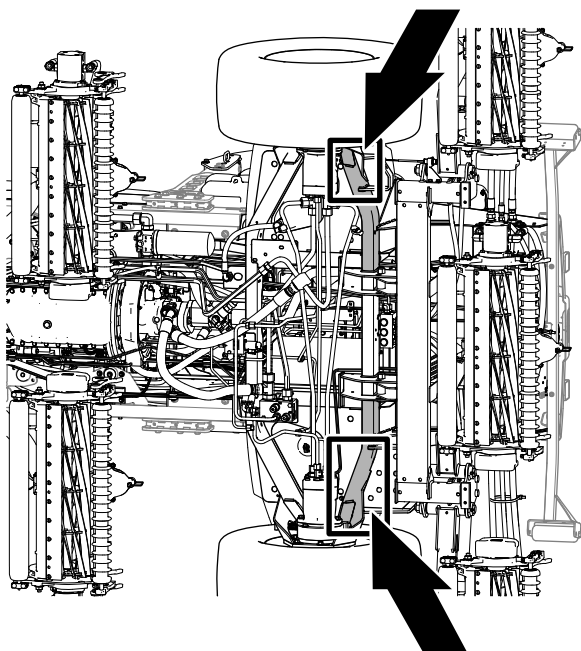

Figura 110
- Parte trasera de la máquina – en el bastidor de la máquina, hacia delante de los motores de la transmisión de las ruedas (Figura 110).